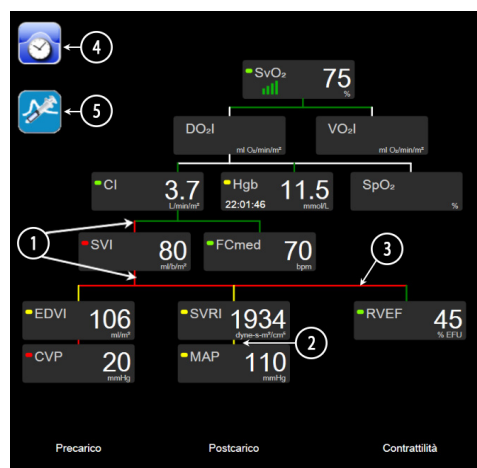

Figura 5-14 Schermata di relazione fisio durante il monitoraggio con il modulo Swan-Ganz HemoSphere
- 2 Le linee verticali che collegano direttamente due parametri appaiono dello stesso colore della lanterna del parametro sottostante (ad esempio, fra SVRI e MAP nella figura 5-14).
- 4 La barra di sinistra appare dopo l'esecuzione di una serie di boli. Toccare l'icona di orologio/forma d'onda per visualizzare i dati storici quando disponibili (vedere la figura 5-14).
NOTA L'esempio mostrato nella figura 5-14 avviene durante il monitoraggio con un modulo Swan-Ganz HemoSphere. Si presenteranno differenze di aspetto e parametri in altre modalità di monitoraggio. Ad esempio, durante il monitoraggio nella modalità di monitoraggio minimamente invasivo, FC_{med} è sostituito da PR, compaiono PPV e SVV (se configurati), ed EDV e RVEF non sono mostrati.